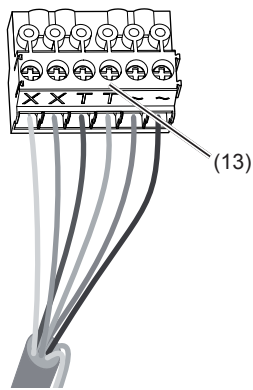

Bild 7: verdrahteter Anschluss-Klemmblock
(18) Sicherungsseil
- Anschluss-Klemmblock (13) vom Videoeinsatz nach unten hin abziehen.
- Adernpaar der 2Draht Busleitung an die Klemmen **XX** des Anschluss-Klemmblocks anschließen (Bild 7).
- Gegebenenfalls Türöffner-Leitung an die Klemmen **TT** des Anschluss-Klemmblocks (Bild 7 und 8) anschließen.
- Für Ruftasten-Hinterleuchtung und Kameraheizung 12 V~ Zuleitung vom Netztransformator an die Klemmen des Anschluss-Klemmblocks anschließen (Bild 7).